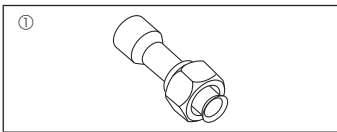

Fig. 1-1
1.6. Dış ünite aksesuarları (Fig. 1-1) (SHW230)